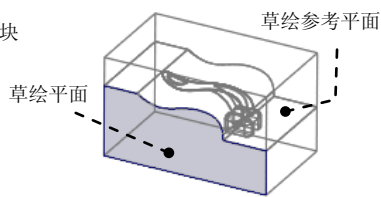

图 6.15 定义草绘平面
(1) 单击“编辑模具体积块”操控板“形状”区域中的按钮，此时系统弹出“拉伸”操控板。
(2) 定义草绘截面放置属性。右击，从系统弹出的快捷菜单中选择“定义内部草绘...”命令；在系统“选择一个平面或曲面以定义草绘平面”的提示下，选取图 6.15 所示的坯料表面为草绘平面，选取图 6.15 所示的坯料表面为参考平面，方向为“右”；单击按钮，至此系统进入截面草绘环境。